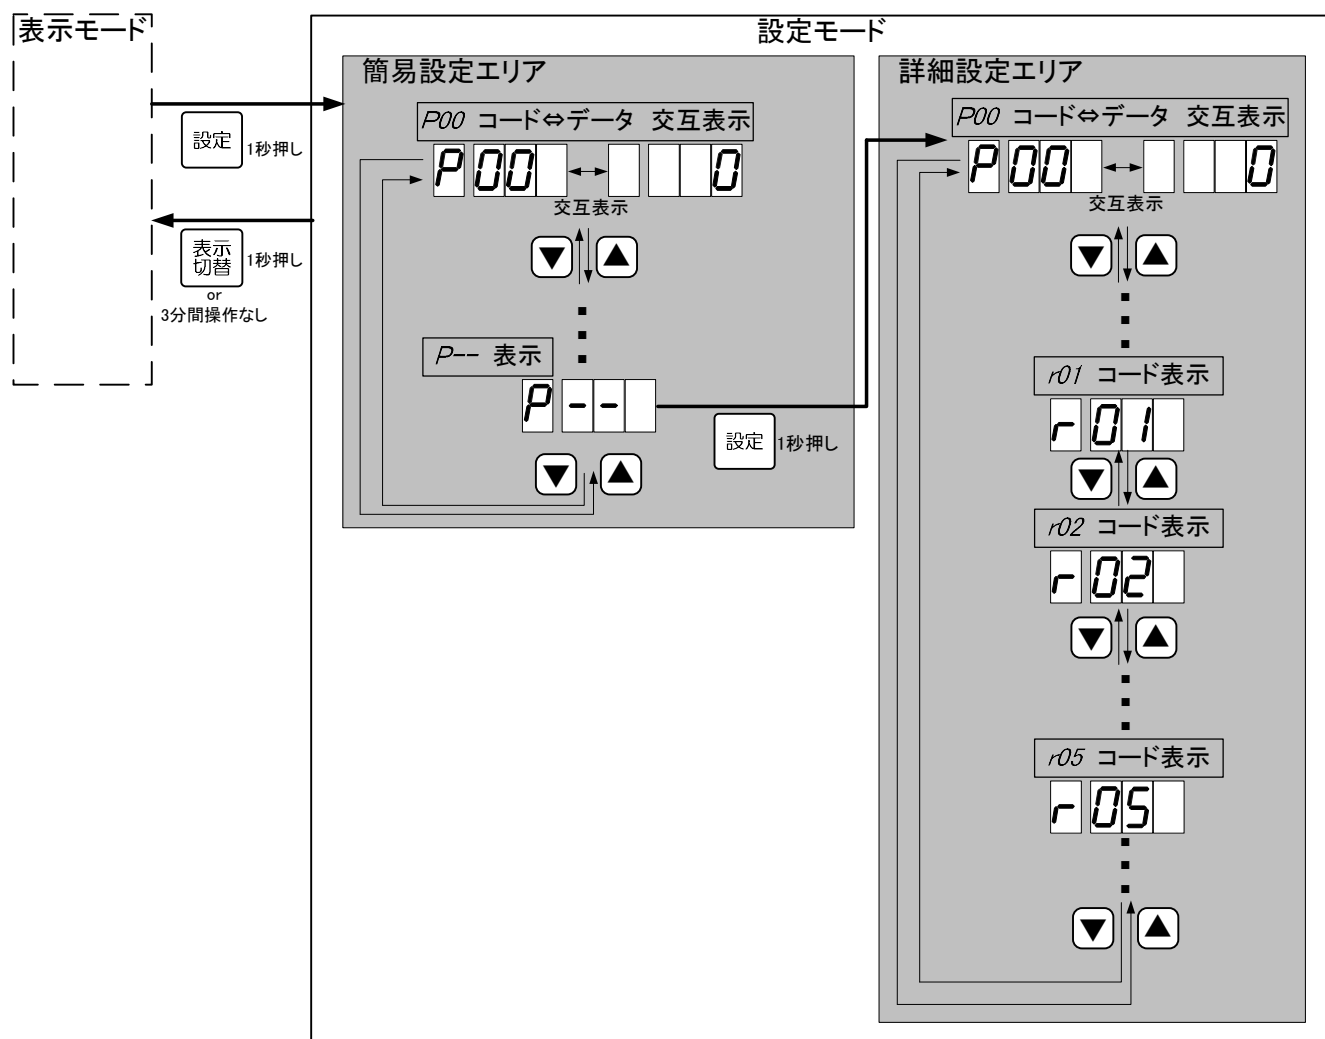

図 27 設定モード内のメンテナンスデータ
直結給水ブースタポンプの運転履歴として、ポンプ個別の積算運転時間、積算始動回数、及び警報履歴①と②を、設定モードから確認することができます。（図 27）
- 警報履歴①        ・・・コード r04
- 警報履歴②        ・・・コード r05